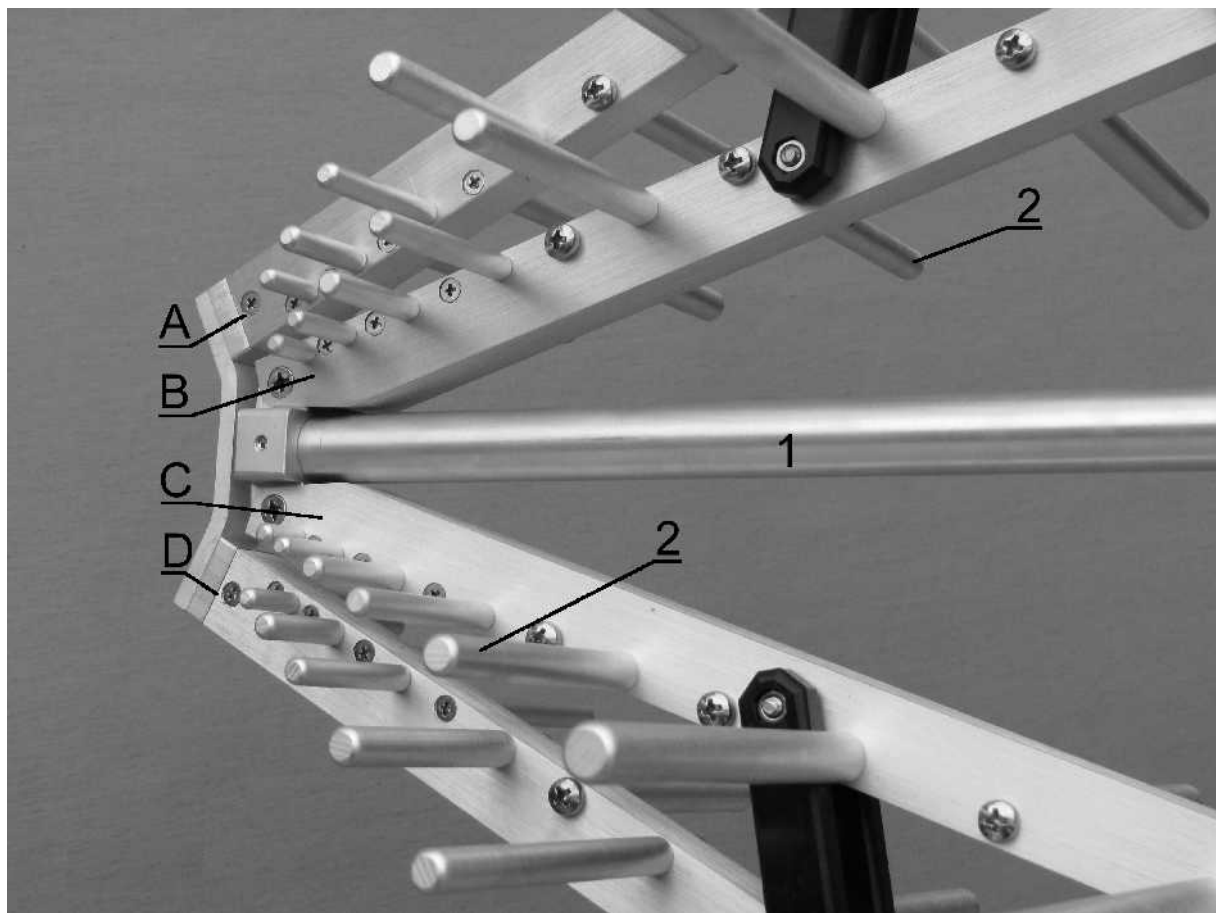

Fig. 2
Die Antenne besteht aus den folgenden Komponenten (Fig. 2):
*The antenna consists of the following parts (Fig. 2):*